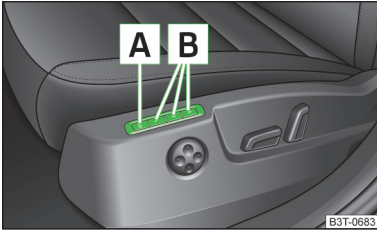

Abb. 56
Die Memory-Funktion für den Fahrersitz bietet die Möglichkeit, die Fahrersitz- und Außenspiegelposition zu speichern. Jeder der drei Speichertasten  » Abb. 56 kann eine Einstellposition zugeordnet werden.
- › Die Taste   » Abb. 56 drücken.
- › Die gewünschte Speichertaste  » Abb. 56 drücken.
- › **Kurz** die gewünschte Speichertaste  » Abb. 56 bei eingeschalteter Zündung drücken.
- › Eine beliebige Speichertaste  » Abb. 56 auf Seite 70 drücken und gedrückt halten. Nachdem der Sitz die unter der betreffenden Taste gespeicherte Position eingenommen hat, gleichzeitig die Taste  auf dem Funkschlüssel innerhalb von 10 Sekunden drücken.
- › Die **SET**-Taste **A** » Abb. 56 auf Seite 70 drücken und gedrückt halten. Gleichzeitig die Taste **B** auf dem Funkschlüssel innerhalb von 10 Sekunden drücken.